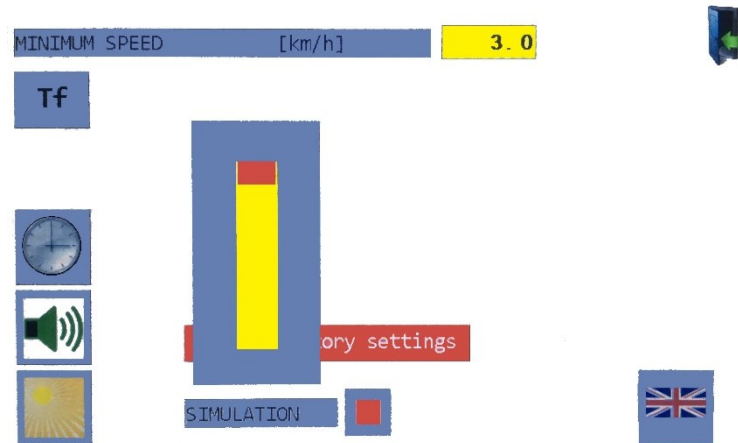

Bild 34
- Zur Einstellung der Bildschirmhelligkeit auf  drücken und die Helligkeit an die Bedingungen mit Bewegen des roten Cursors anpassen (Bild 34).